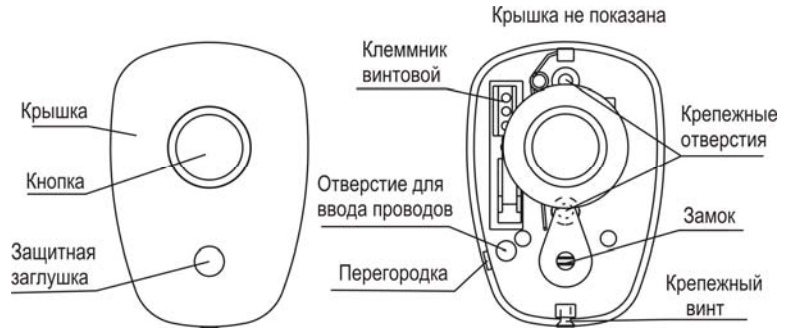

Рисунок 1
- подвести провода шлейфа через отверстие для ввода проводов, удалив при этом перегородку в основании извещателя (рисунок 1);